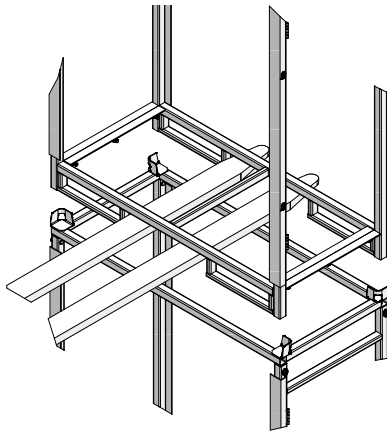

Fig. 36.3
- Manutention avec transpalette (Fig. 36.3)